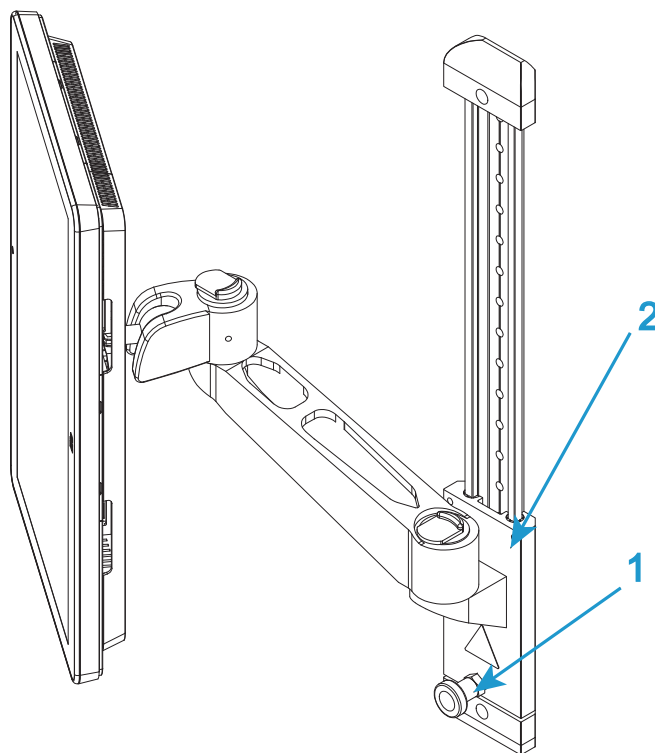

Figura 11. Ajuste de la altura
1. Puede ajustar la altura de la Panel del operador Bluehill® para acomodar a los distintos operadores. Afloje el bloqueo (1 en Figura 11 en la página 49) y deslice el brazo de montaje (2 en Figura 11 en la página 49) a la altura deseada. Vuelva a apretar el bloqueo.